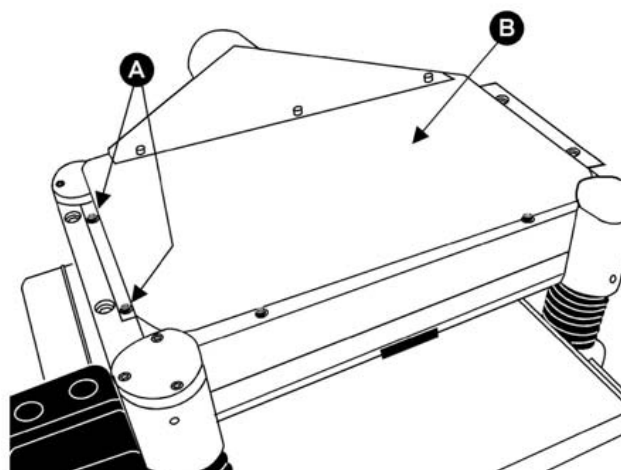

Рис. 20. Для наглядности узел двигателя снят.
Настройка ножей (см. рис. 20)
2. Открутите четыре винта (А, Рис.20) с верхней крышки (В, Рис. 20) и три винта со дна вытяжного патрубков. Снимите крышку и вытяжной патрубков.